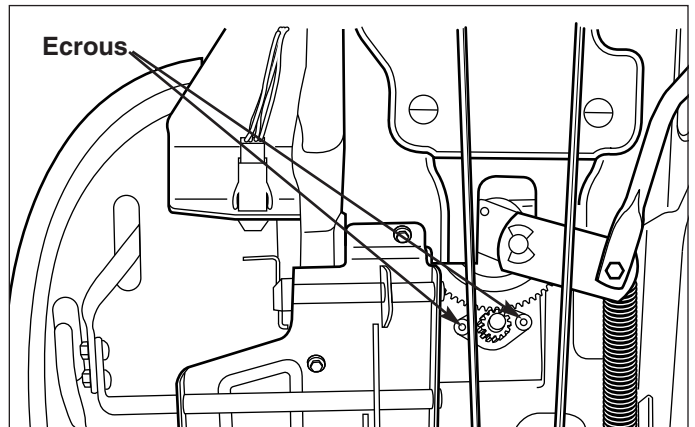

Figure 42. Réglage du pignon de direction
1. Voir la Figure 42. Repérer l'ensemble du pignon de direction sous le tracteur. Desserrer les deux écrous et ajuster le support de façon à ce que les dents du pignon soient bien engrenées.